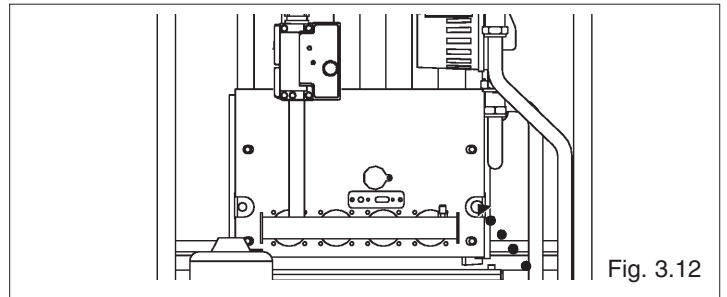

Fig. 3.12
- Prima di iniziare questa fase verificare che il rubinetto di scarico della caldaia sia chiuso (fig. 3.12)